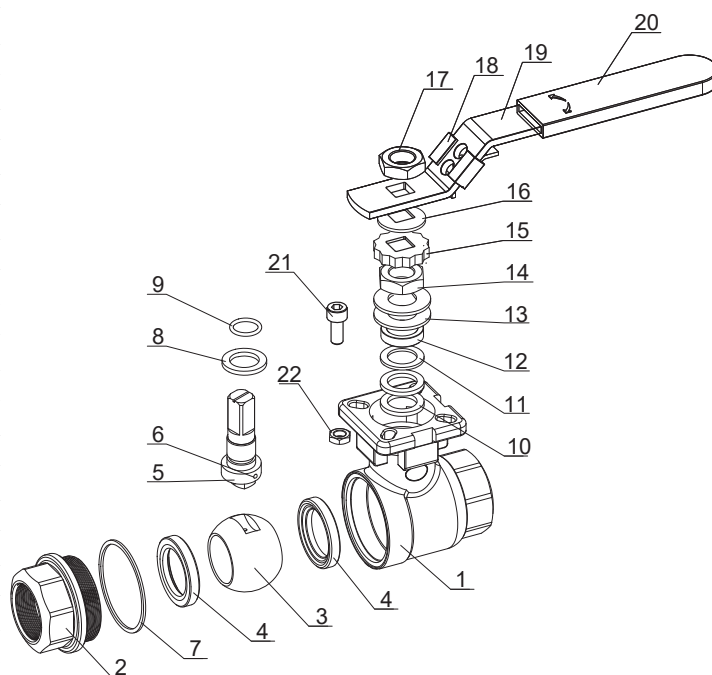

FIG 1
- Skulle en lækage forekomme på bøsningpakningen, spænd spindelmøtrikken (14), jævnfør FIG 1.
- Pas på med, at spindelmøtrikken (14) ikke strammes for meget. Normalt kan lækagen stoppes ved blot at dreje spindelmøtrikken 30° til 60°.
- Should a leakage occur at the bushing packing, retighten the stem nut (14), regarding to FIG 1.
- Take care that the stem nut (14) is not tighten too much. Normally the leakage can be stopped by simply turning the stem nut 30° to 60°.